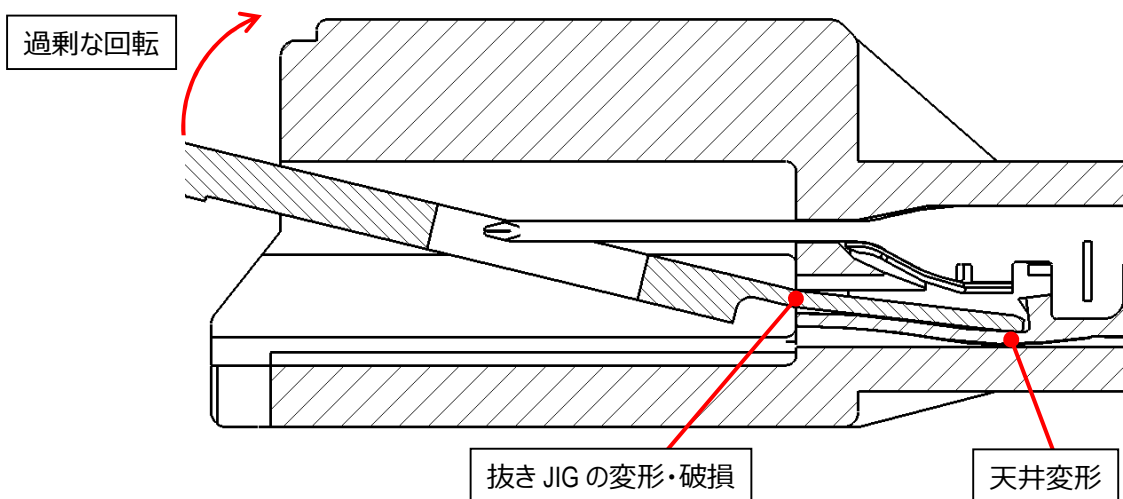

図 36. 天井変形、抜き JIG の変形・破損
- ①端子引き抜き作業時に端子抜き JIG や端子をこじらないで下さい。又、端子を引き抜いた場合は端子・ハウジングに破損・変形等がない事を確認して下さい。
- ②ランスが天井に当たった後も抜き JIG を過剰に回転させると抜き JIG を外した後も天井が変形したままになることや、抜き JIG の変形・破損及び端子変形の恐れがあるので、取り扱いには十分注意して下さい。(図 36 参照)
- ③破損・ハウジングに破損や変形が発生した場合は再使用せず、新品と交換して使用して下さい。
- ④端子抜き JIG は正規のものを使用し、指定 JIG 以外は使用しないで下さい。
- ⑤JIG を落下させると JIG 先端が破損・変形する恐れがありますので、取り扱いには十分注意して下さい。